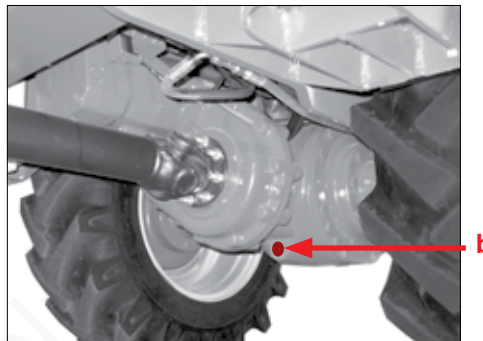

Fig. 120
4. Stil en tilstrækkeligt stor opsamlingsbeholder under tømningåbningen til differentialehuset pos. b (Fig. 120).
6. Skru den indvendige sekskantskrue pos. b (Fig. 120) ud.
1. Skru den indvendige sekskantskrue pos. b (Fig. 120) på differentialehuset i igen.